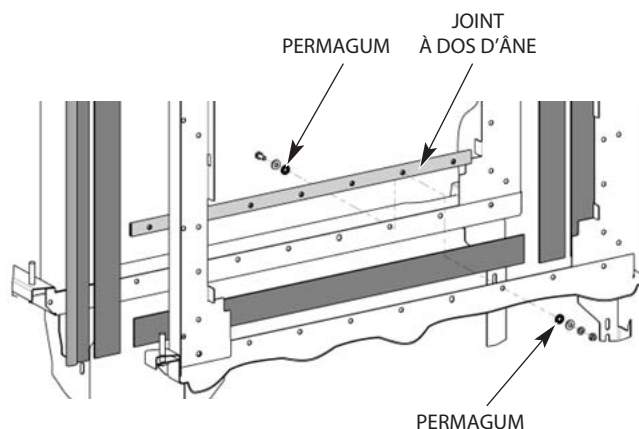

Fig. 10
- Utilisez le scellant Permagem sur le côté intérieur des rondelles aux deux côtés de la section pour sceller adéquatement (Fig. 10). Un étau en C pourrait être nécessaire pour installer la quincaillerie. Boulonnez le joint à dos d'âne aux rebords du bas du réservoir à l'aide de sept boulons de taille longue, rondelles, rondelles-frein et écrous fournis.